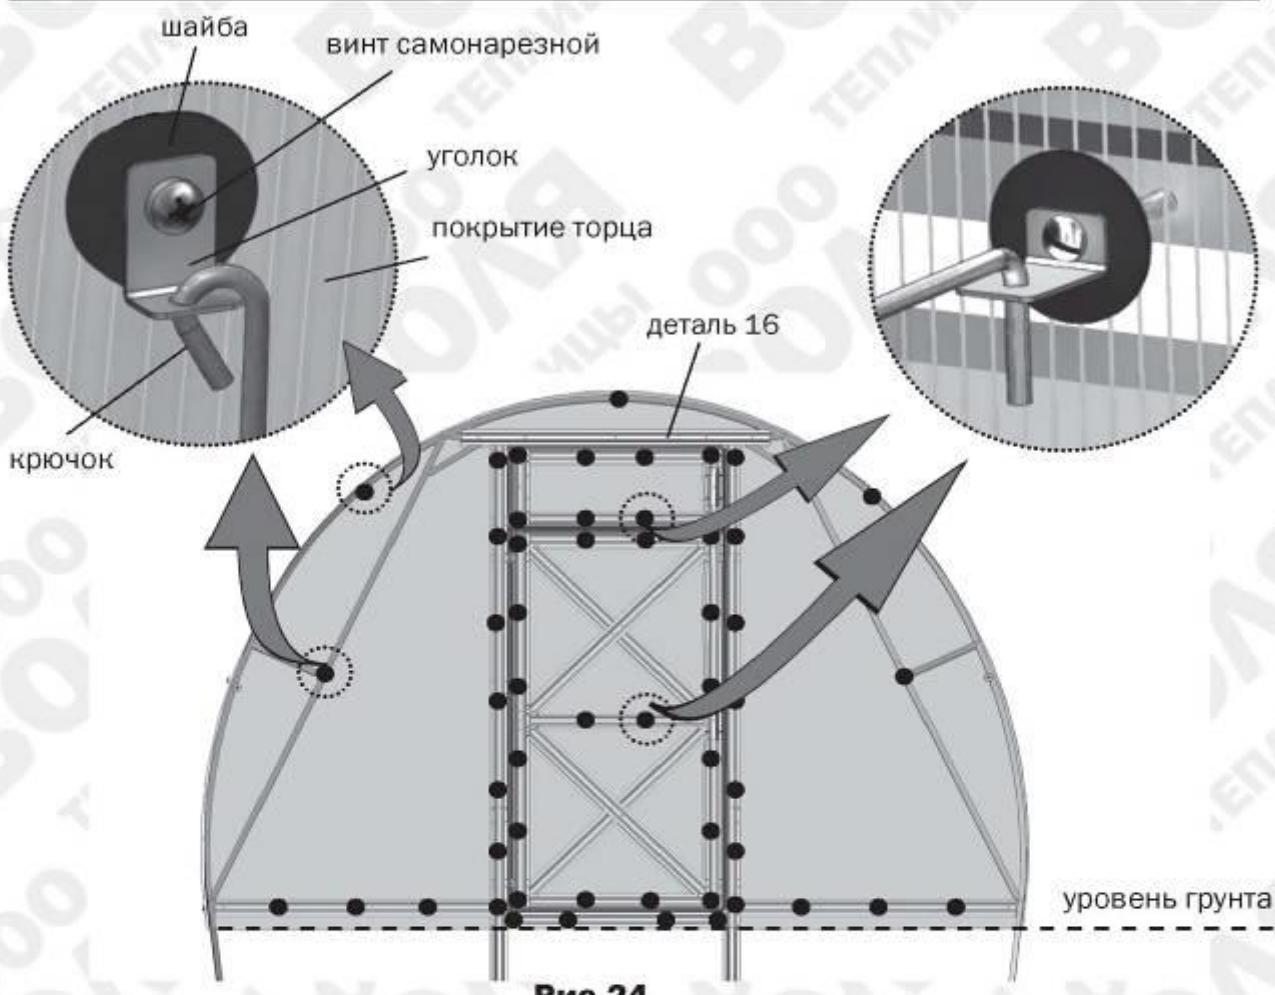

Рис.24
3. Установите боковины торца в соответствии с **рис.24**. Придерживая кусок покрытия, закрепите его винтами с шайбами по деталям **6к, 7, 8** (**рис.16**) и по уголкам с помощью самонарезных винтов с шайбами. Отверстия для винтов выполняются сверлом диаметром 5 мм изнутри теплицы через готовые отверстия в деталях каркаса. Установите куски «коньковой панели», закрепляя их на уголок с помощью самонарезного винта с шайбой. Нахлест с боковинами срезать.
6. Установите накладку торцевую **16** на покрытие торца и закрепите ее на детали **5** через покрытие (рис.20 и рис.24). Под деталью **16** находится стык кусков покрытия торца.
8. Шайбы и крючки на торце устанавливаются в соответствии с **рис.24**.